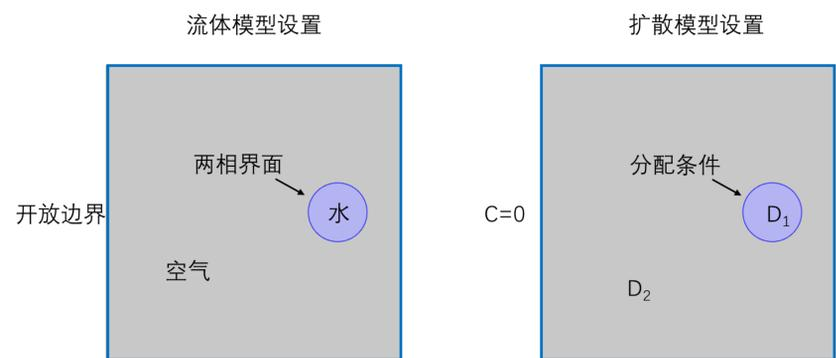

图 2. 模型设置
最后计算得到的速度可以认为是薄层液体的在厚度方向上的平均速度。流体-流体界面条件中我们可以设置表面张力随乙醇浓度线性减小, 由此会产生从浓度低到浓度高方向的流动。需要使用 up 或 down 算子提取界面上的浓度。外围边界设置为开放条件。模型设置如图2. 所示。
**结果与结论:** 在模型中把液滴设置在非中心的位置, 如图2. 所示。靠近边界的一层乙醇会挥发的更快, 相应的这一部分的水中浓度较低, 表面张力较小。以下是通过仿真得到的浓度、总通量和流体速度的分布图。现象与实验基本符合。